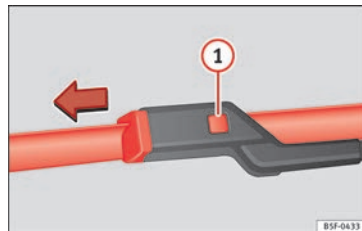

Fig. 171 Sostituzione della spazzola del tergicristallo.
- Premere il pulsante di sicurezza **①** » **fig. 171.**